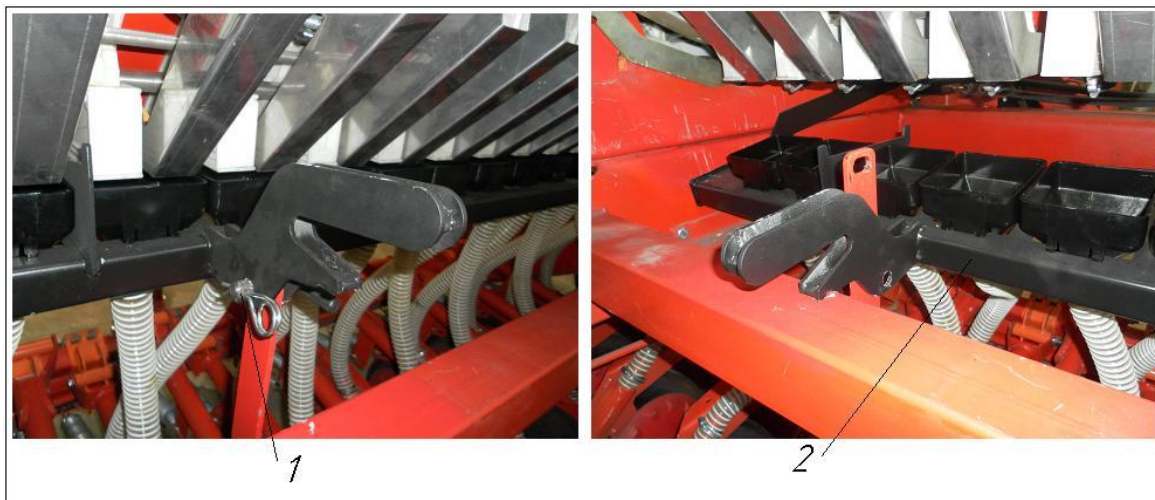

Рис. 54
6.7.2. Снимите фиксаторы (Рис. 54/1).
6.7.3. Опустите панель с воронками (Рис. 54 /2) в нижнее положение.